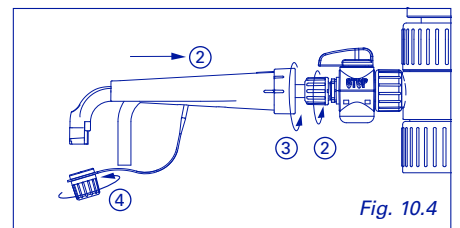

Fig. 10.4
- 3 Attach delivery jet to stopcock (Fig. 10.4)
- 3 Ausstosskanüle einfügen (Abb. 10.4)
- 3 Insérer le bec verseur (Fig. 10.4)